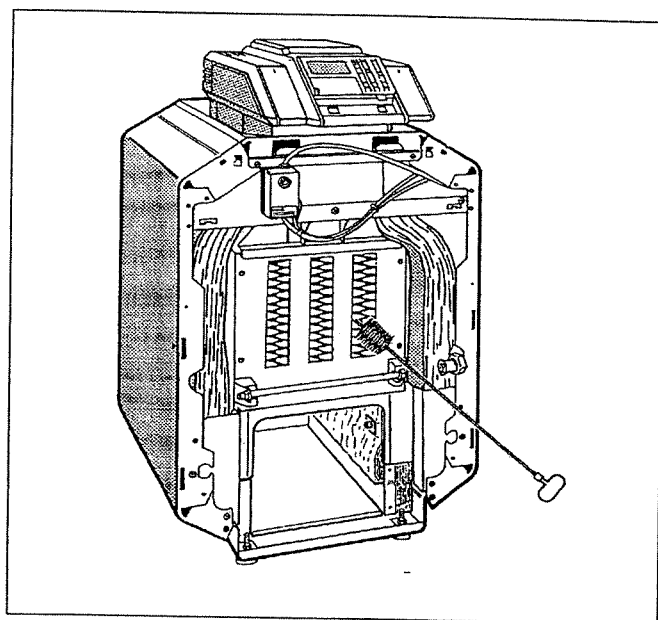

Fig. 40: Pulizia per spazzolamento
- Spazzolare orizzontalmente i tiraggi (Fig. 40).
- Se sono presenti delle incrostazioni ostinate spazzolare i tiraggi dei gas combusti, iniziando dall'alto (Fig. 40).